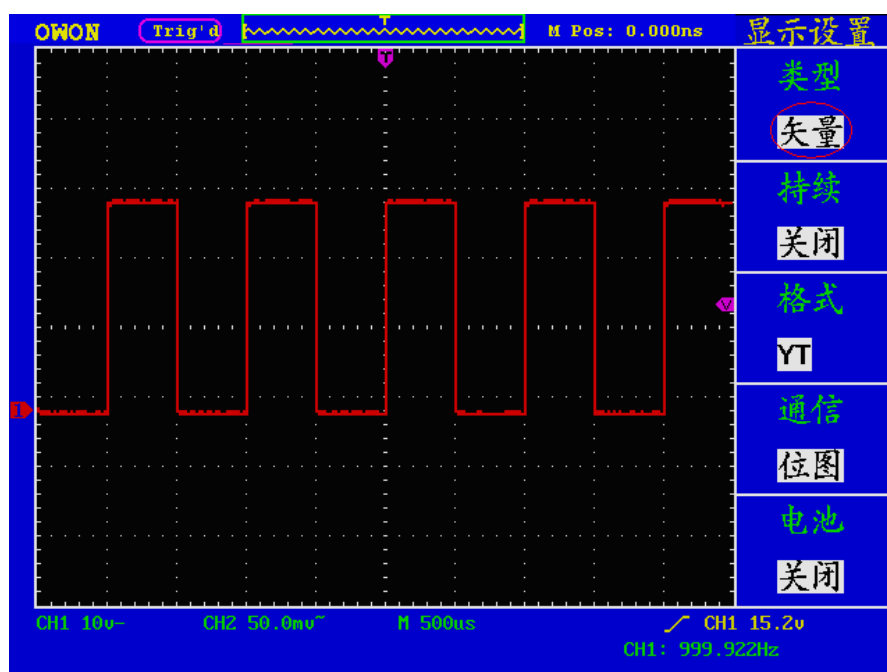
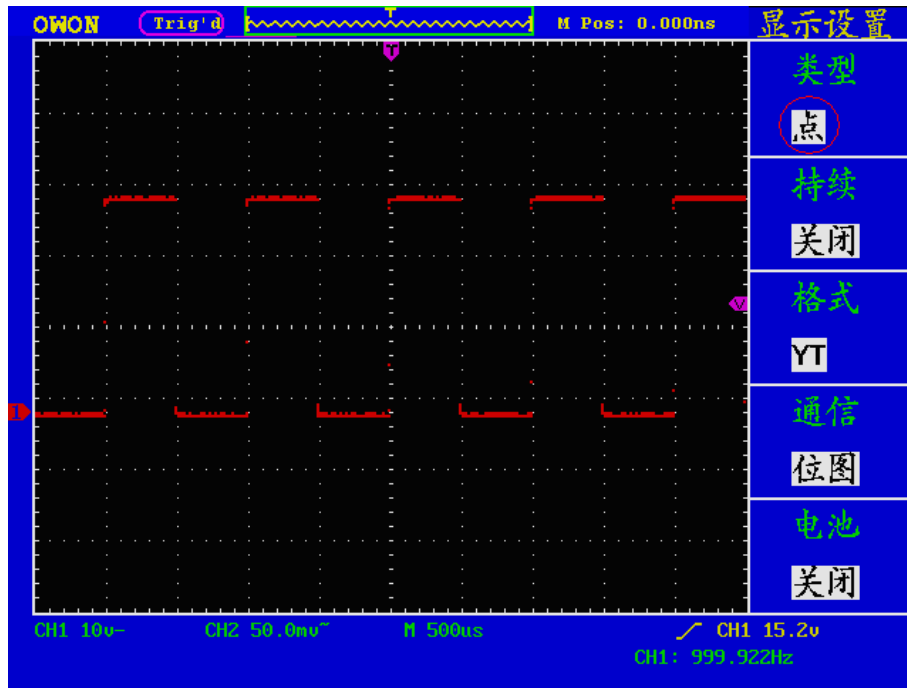

图 5-32: 矢量显示类型
图 5-33: 点显示类型
**显示类型:** 按 F1 菜单选择键, 可切换 矢量 显示和 点 显示。图 5-32 和图 5-33 是不同显示类型的对比。